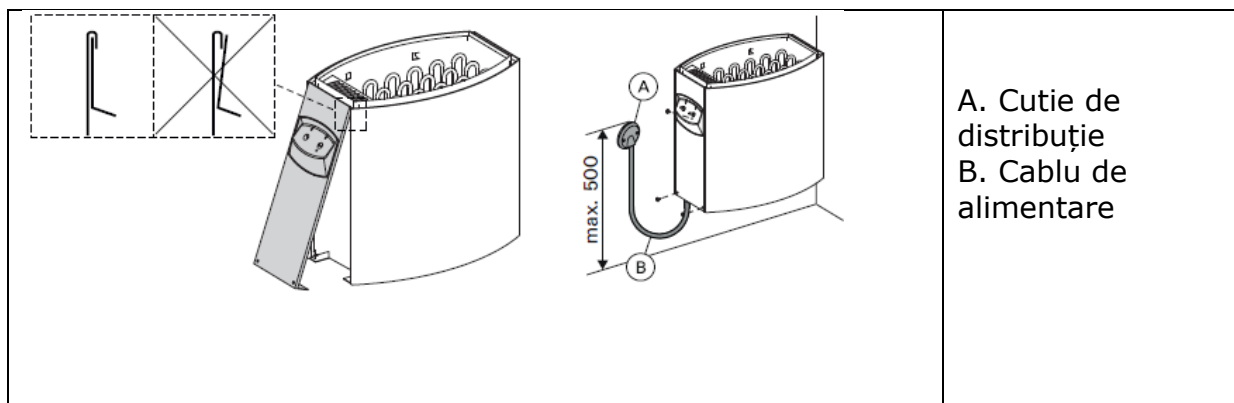

Figura 8. Închiderea capacului cutiei de conexiuni a sobei
- Soba pe jumătate fixată se conectează la rețeaua electrică prin cutia de distribuție montată pe pereții cabinei de saună (Figura 8: A). Cutia de distribuție să fie protejată împotriva stropirii cu apă și distanța de înălțime de la nivelul pardoselii să nu depășească 500 mm.
- Cablul de alimentare electrică (Figura 8: B) folosită trebuie să fie de tip H07RN-F cablu siliconat sau similar cu acesta.
- Când puneți la loc capacul cutiei de conexiuni a sobei aveți grijă ca acesta să se îmbine perfect unul în celălalt. Dacă partea superioară nu este montat perfect există pericolul de a intra apă în cutia de conexiuni a sobei. Figura 8.